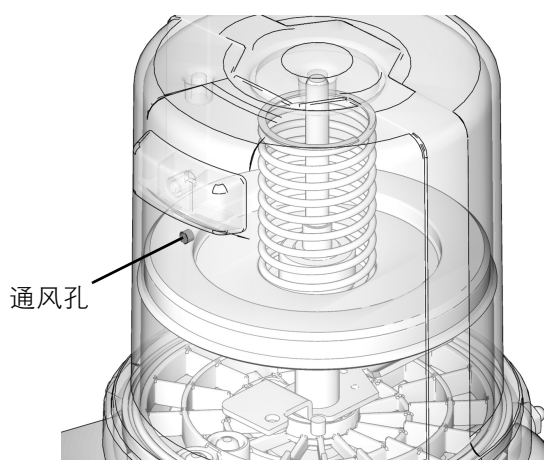

图 26
3. 将滑脂注入液箱，直至从动板的密封破坏了通风孔 (图 26)，并将大多数空气从液箱中排出。